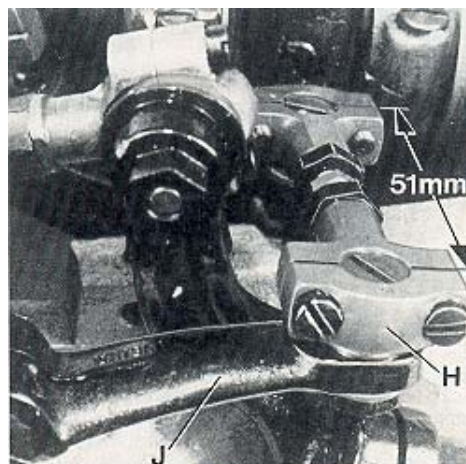

Fig.13
The distance (set at the factory) from center to center of the two ball joints driving the cross looper should be 51 mm (2") (see Fig. 13).
Basically the front ball joint (H, Fig. 13) should be positioned as far as it will go to the left in the fastening slot of the cross looper drive lever (J).
La distancia (de fábrica) del centro de las dos articulaciones esféricas que manejan el looper cruzado debe ser de 51 mm (Ver Fig. 13).
La articulación esférica frontal (H, Fig. 13) debe quedar lo más lejos posible a la izquierda de la ranura de seguridad de la palanca del looper cruzado (J).
If required the length of the path of the cross looper swing motion can be reduced by positioning ball joint (H, Fig. 13) to the right in the fastening slot of the cross looper drive lever (J).
Después de aflojar el tornillo de sujeción (G, Fig. 14) la palanca (F) del looper cruzado se puede subir o bajar como sea necesario para ajustar la altura del looper cruzado (D) con respecto al looper cruzado para doble puntada de seguridad (A) y puede ser movido a la derecha o izquierda para ajustar el movimiento del looper cruzado con respecto a la aguja izquierda. Apriete el tornillo de sujeción. De ser requerido, se puede reducir el largo del movimiento del looper cruzado colocando la conexión esférica (H, Fig. 13) a la derecha de la ranura de seguridad de la palanca del looper cruzado (J). Asegúrese cuando realice estos ajustes que el looper cruzado no interfiere con la parte de la plancha de aguja o alguna parte de la máquina.
Apriete el tornillo de sujeción. De ser requerido, se puede reducir el largo del movimiento del looper cruzado colocando la conexión esférica (H, Fig. 13) a la derecha de la ranura de seguridad de la palanca del looper cruzado (J). Asegúrese cuando realice estos ajustes que el looper cruzado no interfiere con la parte de la plancha de aguja o alguna parte de la máquina.